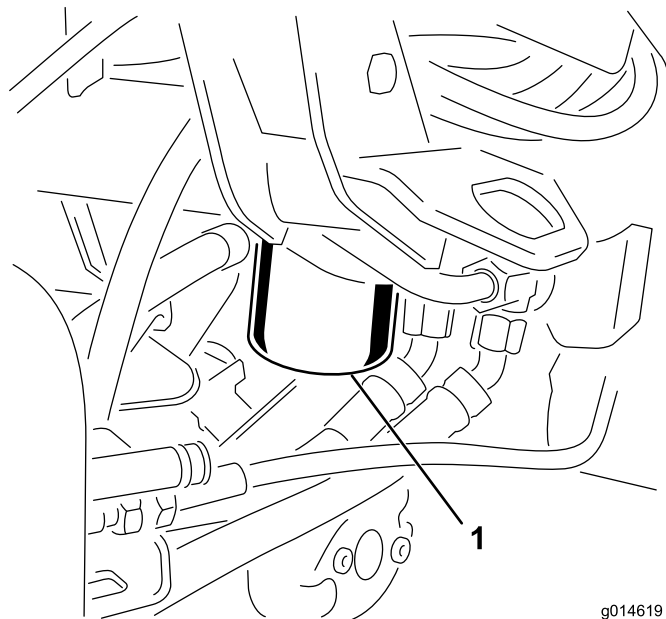

図 37
1. フィルタ容器の周辺をウェスできれいにぬぐう(図 37)。フィルタの下に廃油受けを置いてフィルタを外す。